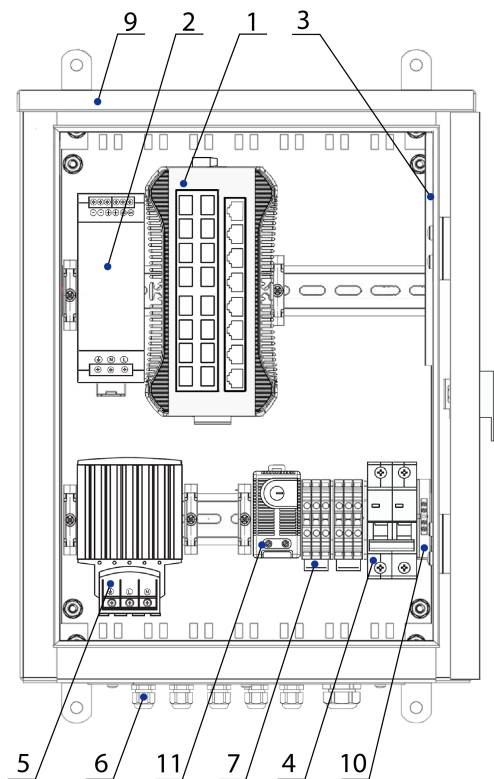

Рис.1
СОСТАВ ИЗДЕЛИЯ (СМ. РИС.1)
1.Заземлить изделие при помощи зажима наборного 10 (рис.1).
5.Подключить кабель питания к входу автомата питания 4 (рис.1).